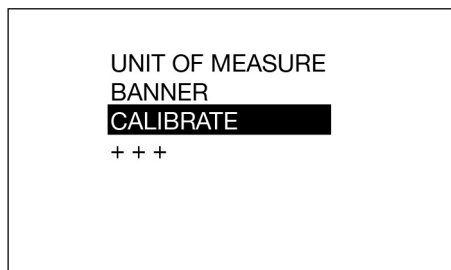

图 14
3. 使用键盘上的向上或向下箭头按钮高亮显示校准（图 14），然后按键盘中央的 ENTER 按钮选择校准选项。